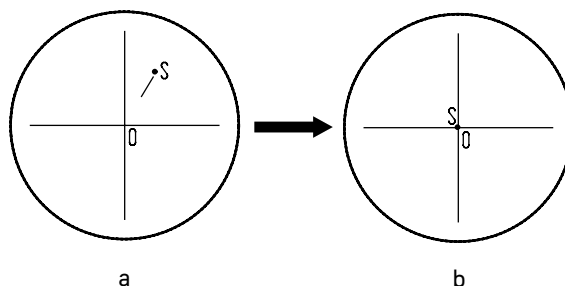

Рис. 16. Настройка канала визуализации
- Установите рукоятку переключения светового потока **3** в положение для наблюдения через окуляры. Наблюдая объект через окуляры, найдите отличительную точку в поле зрения (легко идентифицируемую цель, такую как точка S на рис. 16а), переместите объект на предметном столике так, чтобы данная точка находилась в центре поля зрения, как показано на рис. 16б. Для этой процедуры вместо обычного препарата удобно использовать специальный калибровочный слайд с перекрестием, а вместо обычного окуляра – окуляр с перекрестием.